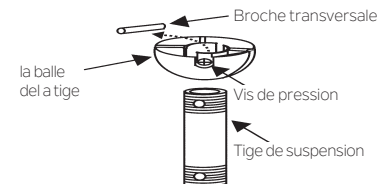

Fig. 7
Étape 5. Retirer la balle de suspension de l'assemblage de la tige de montage en desserrant la vis, dégageant la broche transversale et en faisant glisser la balle de la tige. (Fig.7)